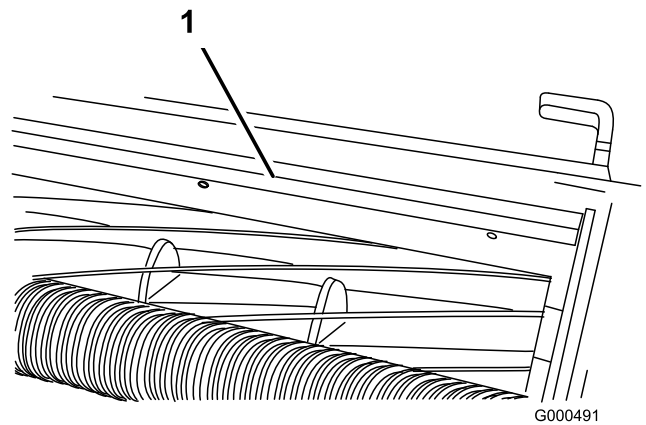

Bild 60
- Lockern Sie die Schrauben, mit denen die obere Leiste am Mähwerk befestigt ist (Bild 60).